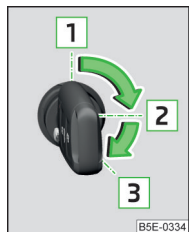

Abb. 102
Positionen des Fahrzeugschlüssels im Zündschloss » Abb. 102
- Den Schlüssel in die Position **1** » Abb. 102 auf Seite 96 drehen.